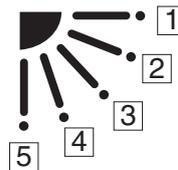

Fig. 1-22
* Datos de configuración “ **YYYY** ” (ver Fig.1-22)
Cuando la posición del ábabe está fijada en ④ o ⑤ y la unidad está en modo climatización o seco, la posición del ábabe cambia a ③ y se inicia la operación. (Ver Fig. 1-22)
En este momento, los ábabes no seleccionados son llevados a la posición ①. (ver Fig. 1-22)